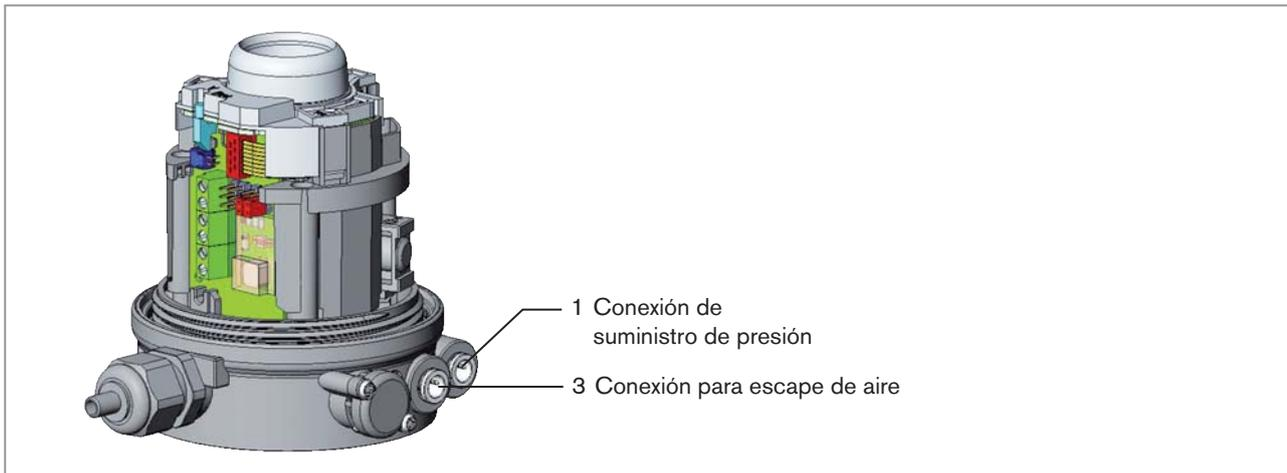

Fig. 9: Conexión fluidica
- Conecte la línea de escape o un silenciador a la conexión 3 (vea la fig. 9: Conexión fluidica).